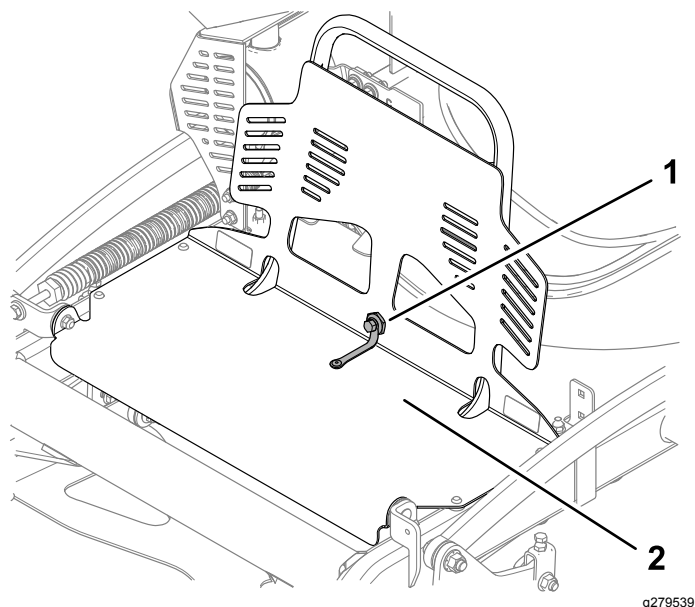

Figura 35
2. Fije el protector del motor en la extensión del protector con el perno y la tuerca de cuello largo, tal y como se muestra en la Figura 35.